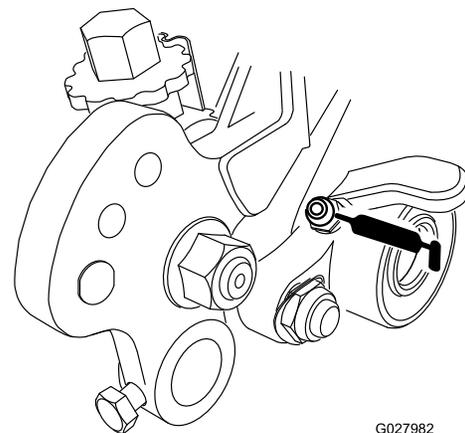
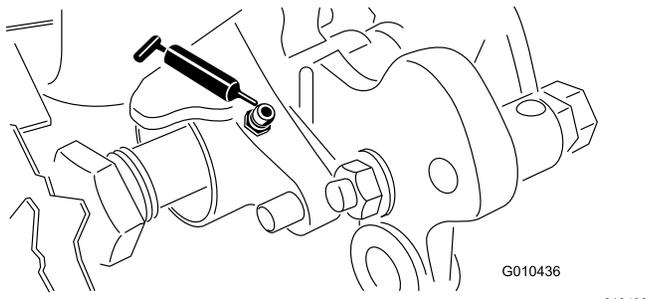

Figure 19
Figure 20
39. Lubrifiez les roulements du groomer (Figure 19 et Figure 20) chaque semaine ou toutes les 10 heures de fonctionnement, avant une longue période d'inactivité et immédiatement après chaque lavage. Injectez de la graisse dans les graisseurs jusqu'à ce qu'elle suinte sur l'arbre du groomer. Essuyez l'excédent de graisse sur les joints et l'arbre.